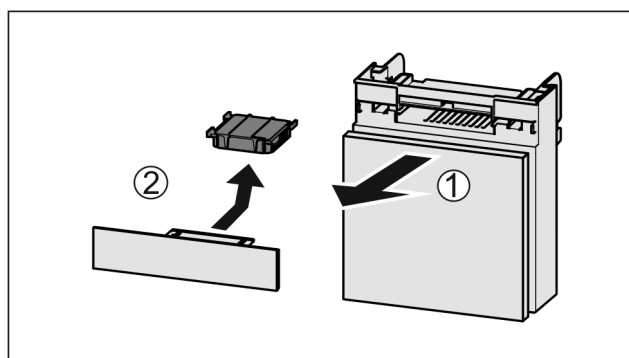

Fig. 91
- ▶ Estrarre il vano tirando in avanti Fig. 91 (1).
- ▶ Rimuovere il filtro a carboni attivi Fig. 91 (2).